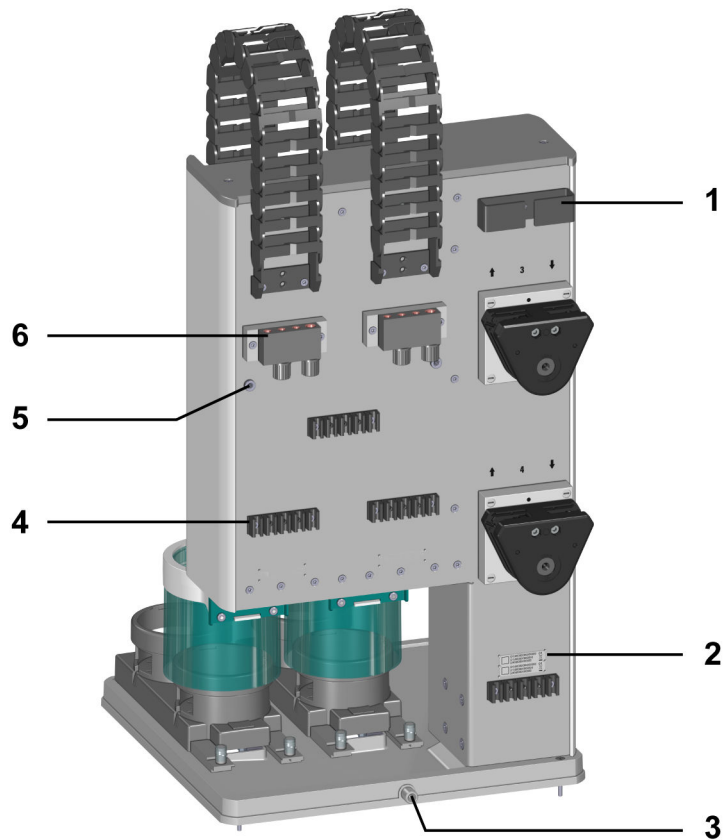

Abbildung 8 Rückseite – Workstation-Modul
- Bei der Vierfachvariante sind 2 zusätzliche Pumpen auf der Rückseite (*siehe Abbildung 8, Seite 17*) montiert und mit 3 und 4 gekennzeichnet.